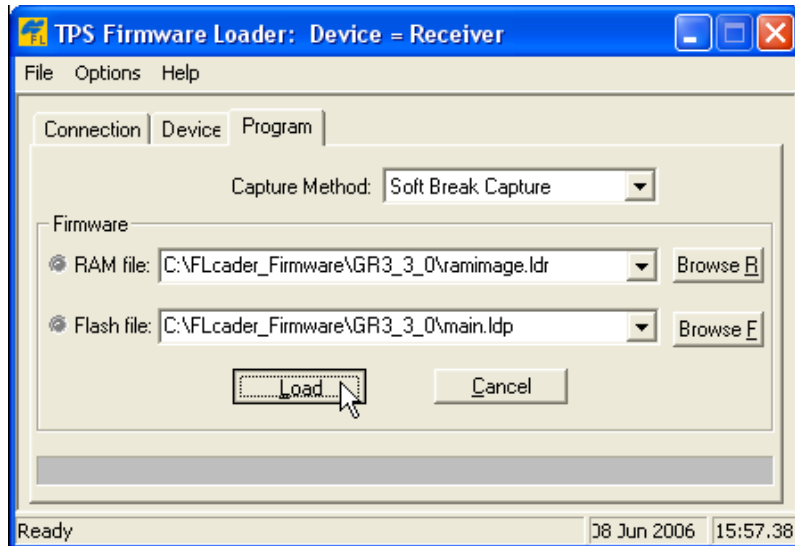

Рисунок 5-20. Вкладка Program
2. Выберите вкладку *Program (Программа)* и выберите значение *Soft Break Capture* для поля *Capture Method*, см. рис. 5-20.
3. Выберите файлы для ОЗУ и флэш-памяти платы приемника, см. рис. 5-20.